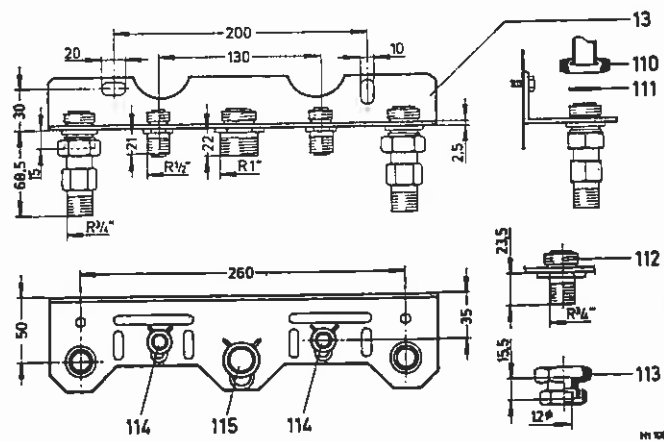

fig. 2
1.2 Tilslutningsplade (fig. 2)